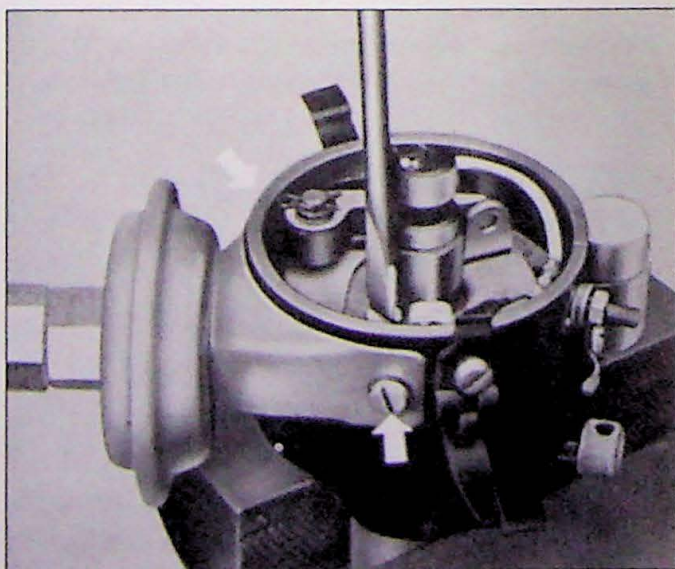

Fig. 13.6. Regelaar van de vacuumvervroeger uitbouwen
2. Indien er een vacuumvervroeger (onderdrukregelaar) aanwezig is, vacuumslang losnemen en vervroeger losschroeven (Fig. 13.6).